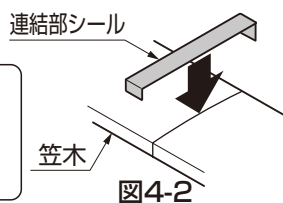

図4-2
- ② 笠木端部キャップを【4-1】で取付けてください。
- ③ 笠木連結部には連結部シールを笠木に合わせてカットして笠木に張り付けてください。(図4-2参照)